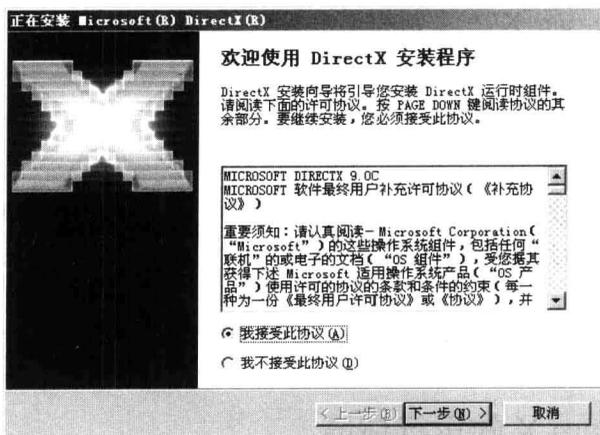
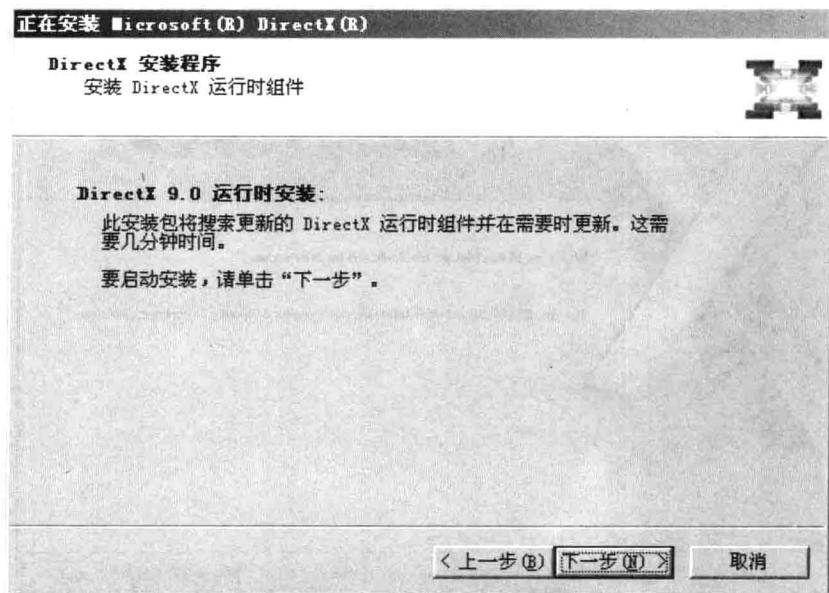
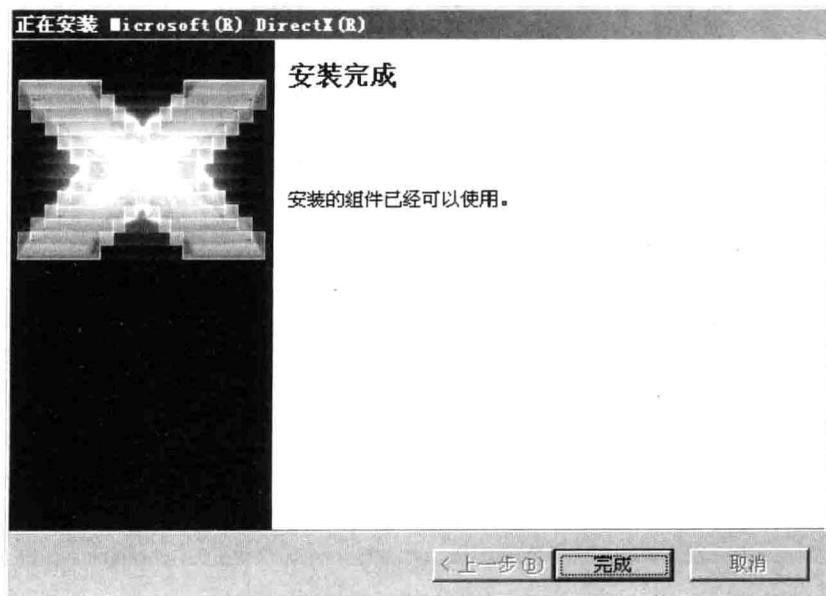

图 0.3 【欢迎使用 Direct X 安装程序】界面
图 0.4 【DirectX 安装程序】界面
图 0.5 【安装完成】界面
- (3) 安装 Microsoft 的补充组件 DirectX 9.0c。双击 DirectX 9.0c 安装按钮，打开如图 0.3 所示的【欢迎使用 DirectX 安装程序】界面，用户可以通过移动滚动条来完整地阅读 DirectX 的安装协议。
(4) 在如图 0.3 所示的界面中,选中【我接受此协议】单选按钮,单击【下一步】按钮,打开如图 0.4 所示的【DirectX 安装程序】界面。
(5) 单击如图 0.4 所示的【下一步】按钮开始安装 Microsoft 的补充组件 DirectX。安装完毕后,弹出如图 0.5 所示的【安装完成】界面。单击【完成】按钮,完成 DirectX 9.0c 的安装。